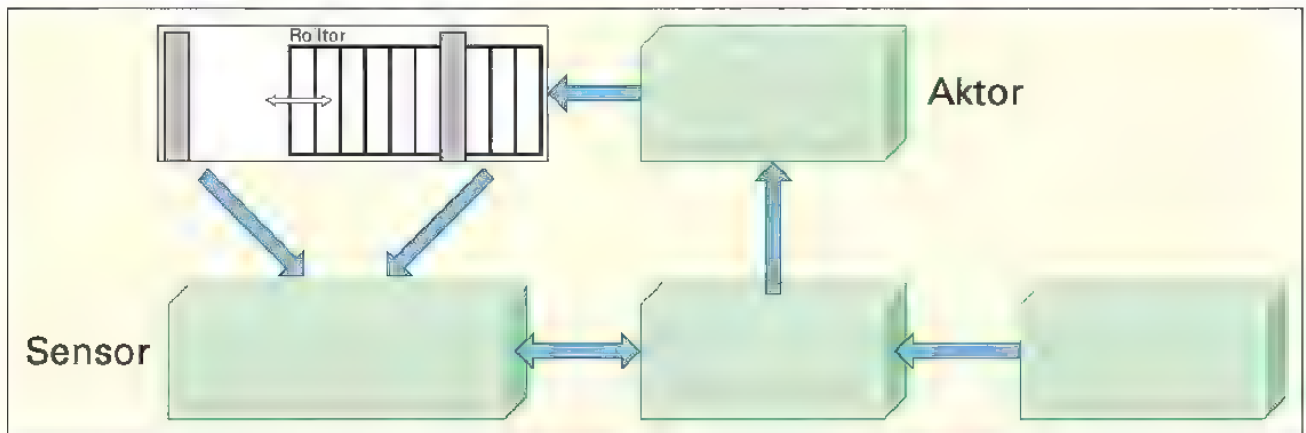

Bild 1: Blockschaltbild
2. Vervollständigen Sie das Blockschaltbild (Bild 1), das den Zusammenhang der Komponenten **Motor**, **Steuerung**, **Bedienung** und **Sensorik** darstellt.